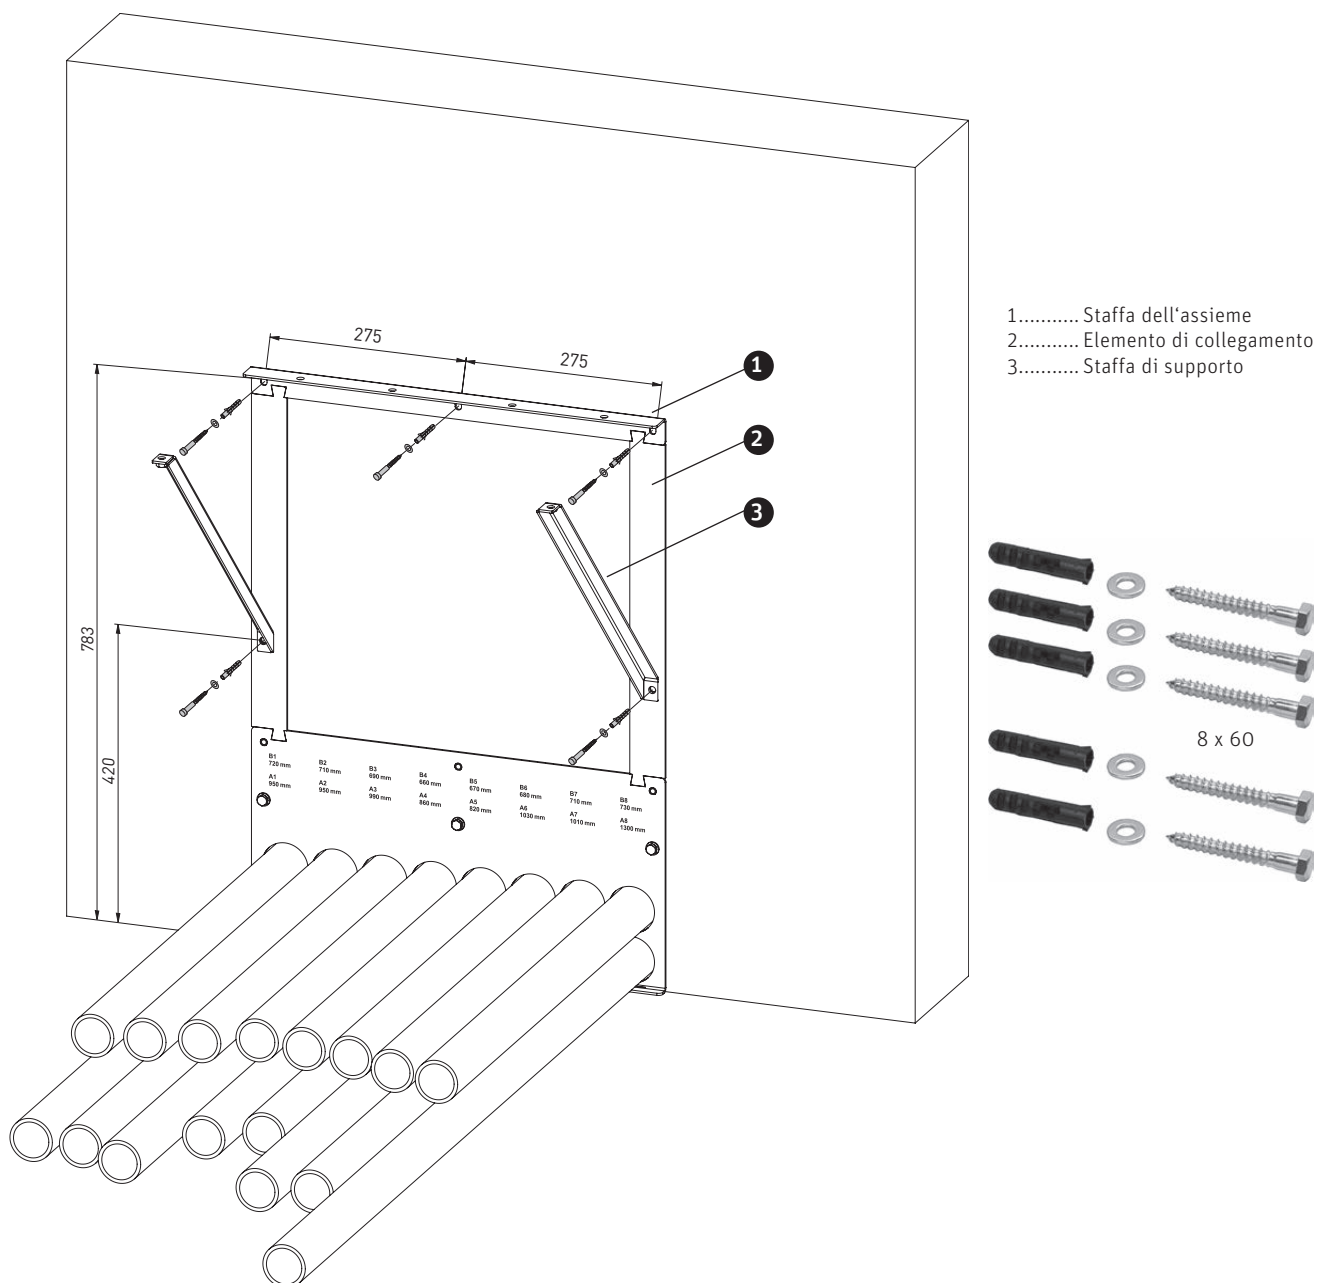

Fig. 22 Montaggio di angolare di montaggio, elemento di collegamento e angolare di supporto
- ▶ Montare l'angolare di montaggio, l'elemento di collegamento e l'angolare di supporto con le viti da legno a testa esagonale 8x60 e rondelle a U – Fig. 22.